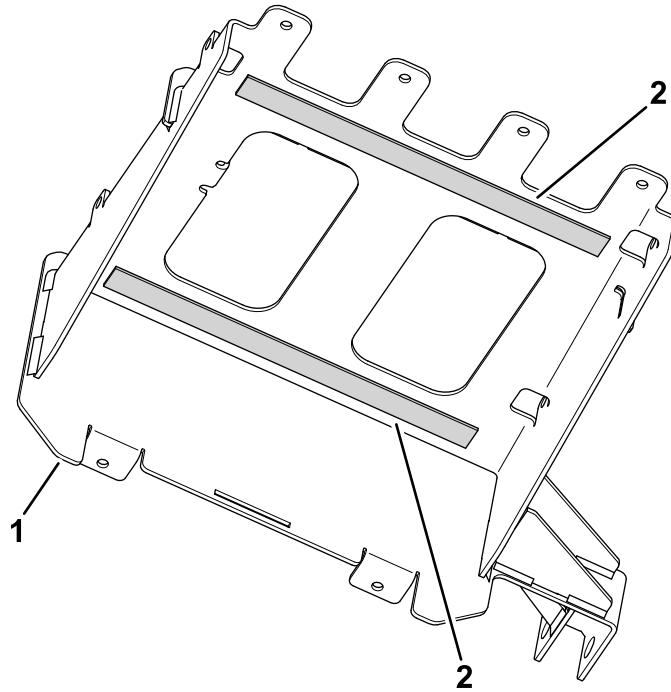

Figur 18
2. Monter de to batteriene på baseplaten, som vist i Figur 18.